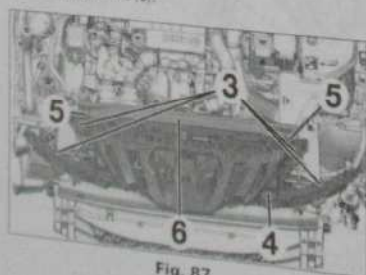

Fig. 87
- les raccords d'air (2).
- les vis (3) (Fig. 87).
- l'armature de bouclier (4).
- les vis (5).
- l'armature avant (6).